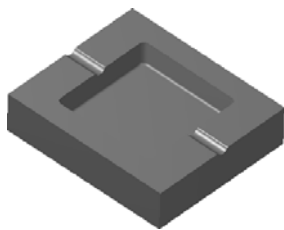

图 11.2 零件模型
Step1. 打开模型。选择文件 D:\mcx6.11\work\ch11\ASHTRAY_LOWER.MCX-6，系统进入加工环境，此时零件模型如图 11.2 所示。